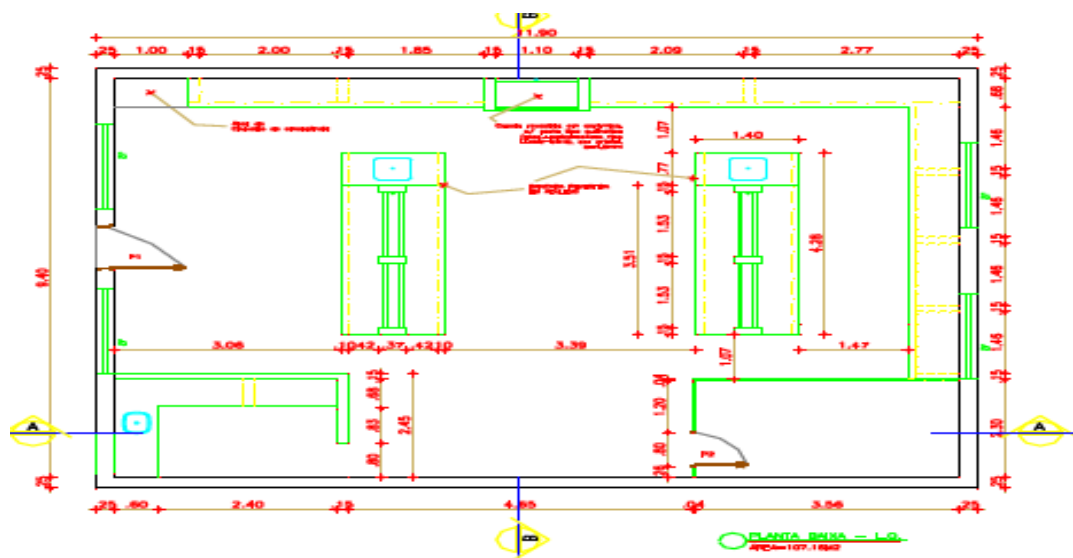

Figura 2: Laboratório de Biodiesel.
* **Laboratório de Biodiesel** (Figura 2): Espaço laboratorial que tem por missão desenvolver atividades de ensino, além de, atividades de pesquisa em um potencial enorme de temáticas tais como as descritas a seguir:
Este espaço laboratorial se encontra ilustrado na figura 2 abaixo apresenta uma área total de 59,28 m² com custo total que inclui instalações elétrica e hidráulica bem como a capela de exaustão
Este espaço laboratorial se encontra ilustrado na figura 2 abaixo apresenta uma área total de 135,95 m² com custo total que inclui instalações elétrica e hidráulica bem como a capela de exaustão.